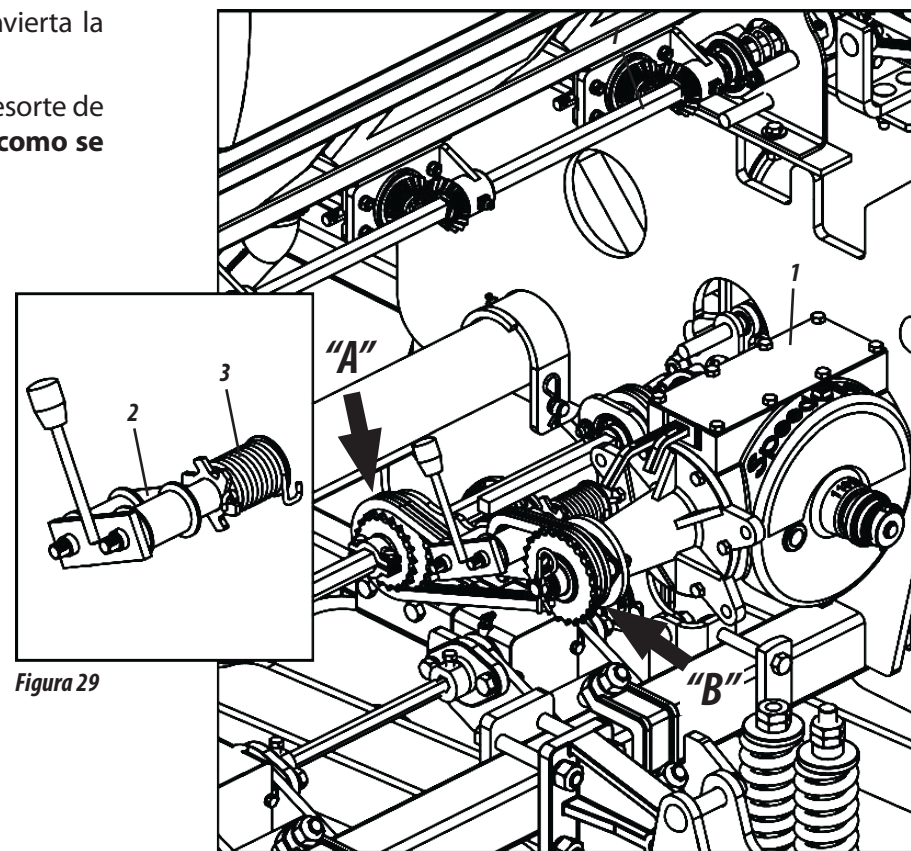

Figura 29
AJUSTE PARA DISTRIBUCIÓN DE SEMILLAS (FIGURA 29)
- 1- El ajuste de semillas se realiza a través del Speed Box (1). Para obtener más ajustes, invierta la corriente en los engranajes del motor "A" y movió "B", como se muestra en la Figura 29.